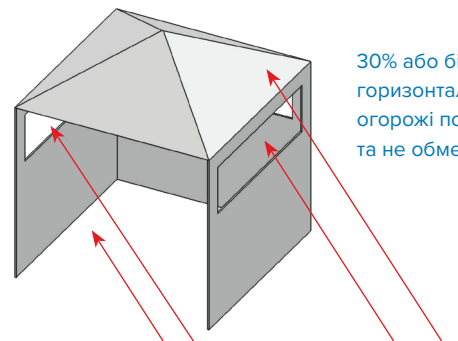

Рис. 4
- Пристрій вважається встановленим на відкритому повітрі, якщо він розміщений у частковому укритті, що включає верхнє покриття та три бічні стіни, за умови, що 30% або більше горизонтальної периферії укриття є постійно відкритими. (Рис. 4 & Рис. 5)